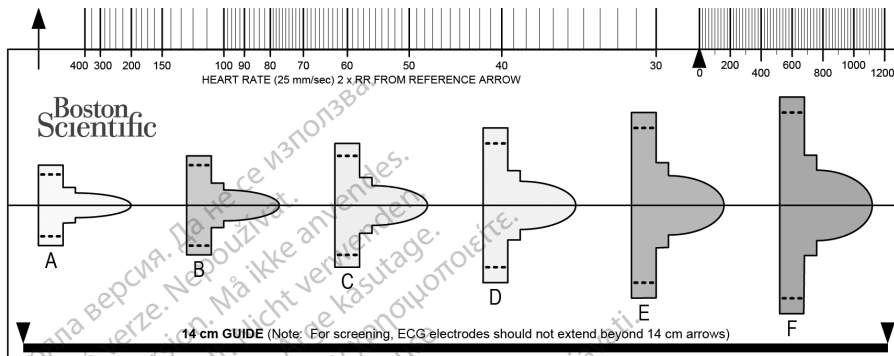

Figura 1. Strumento per la selezione del paziente
Lo strumento per la selezione del paziente, modello 4744 (Figura 1 Strumento per la selezione del paziente a pagina 20) è uno strumento di misurazione personalizzato realizzato in materiale plastico trasparente con profili colorati. A ciascun profilo colorato è assegnata una lettera (A, B, C, D, E, F) per facilità di riferimento. I profili sono progettati per garantire prestazioni appropriate del dispositivo identificando caratteristiche di segnale che potrebbero comportare risultati di rilevazione insoddisfacenti per un paziente prima dell'impianto. Il processo di selezione del paziente viene completato in tre fasi: (1) Raccolta dell'ECG di superficie; (2) Valutazione dell'ECG di superficie e (3) Determinazione di un vettore di sensing accettabile.